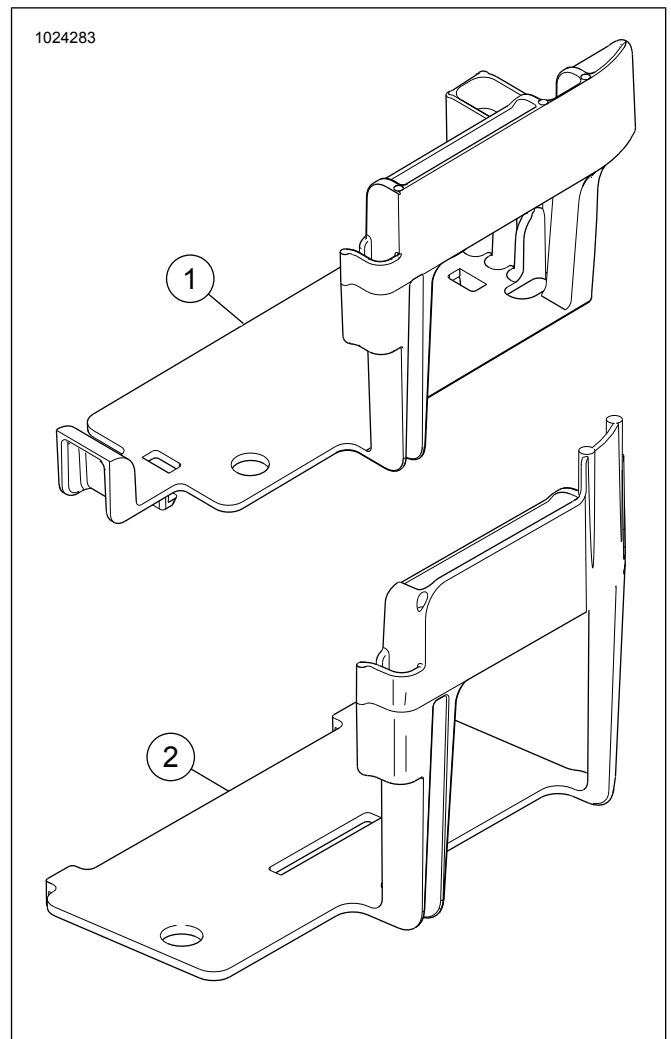

Рисунок 27. Недоработанный кожух аккумуляторной батареи модели Softail
4. См. Рисунок 27. Снимите кожух аккумуляторной батареи. См. руководство по техническому обслуживанию.